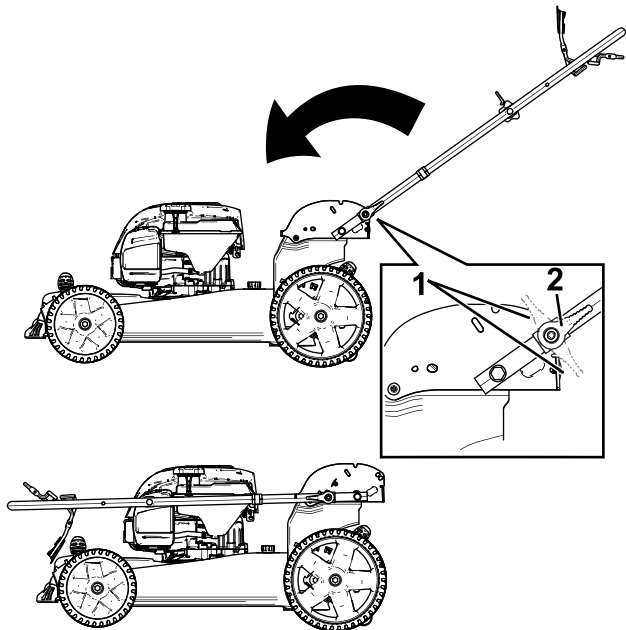

図 20
3. ハンドルロックを解除する 図 20。
4. ハンドルを前方に一杯に折りたたむ 図 20。